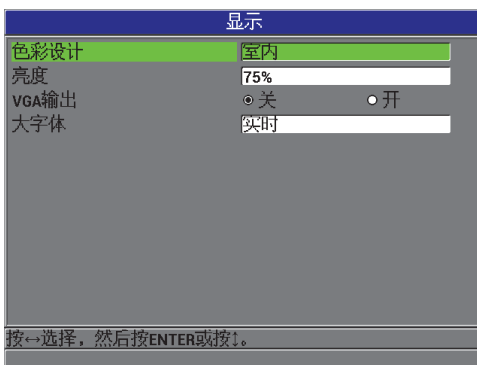

图 3-4 显示屏幕
2. 在显示屏幕中（参见第 61 页的图 3-4），选择所需的参数，并为以下参数设置适当的值：